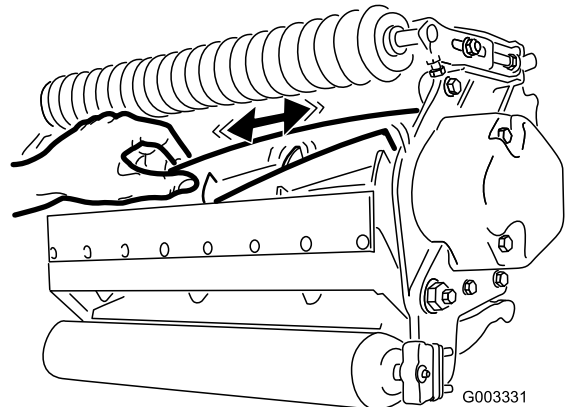

Figura 31
2. Utilizzando uno straccio o un guanto ben imbottito, bloccate la lama del cilindro e tentate di spostare il gruppo cilindro da lato a lato (Figura 31).